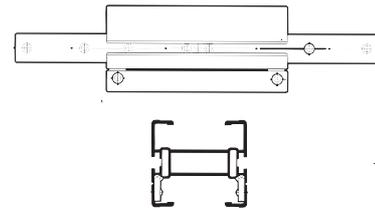

Рис. 3 Монтажная секция цепи
- 2 Удалить стальной болт (1) из шарнира (2). (рис.2). Вставить или удалить болт с помощью цанги для монтажа цепи (рис. 3)